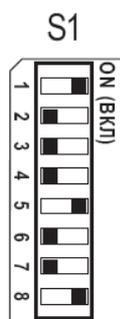
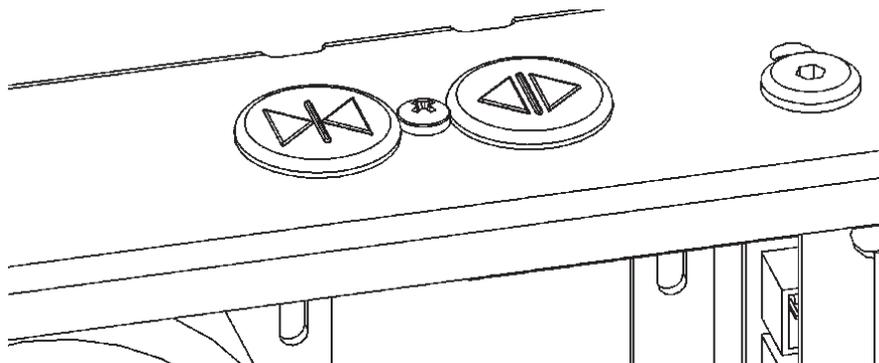

Рисунок 6
Рисунок 7
7.3 При необходимости возможно переключение привода в тестовый режим переключателем S1 (см. рис. 6). В этом случае открывание и закрывание дверей возможно от управляющих кнопок, расположенных на каркасе привода (см. рис. 7).
8.1 Включите питание привода. Нажмите кнопку S2 LEARN (ОБУЧЕНИЕ) на плате управления в течение 1 секунды сразу после включения питания. После этого двери должны быть приведены в движение в сторону закрытия с помощью нажатия кнопки тестового запуска (см. рис. 7).